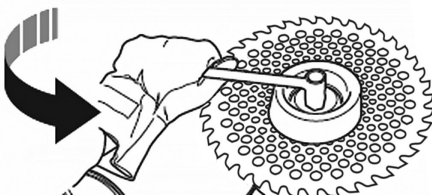

Рис. 4 Затягивание гайки
- Удерживая стопором защитную шайбу редуктора, затяните гайку ключом против часовой стрелки (Рис. 4).